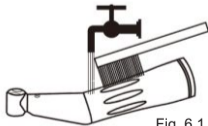

Fig. 6.1
- 3- Se necessário, para uma limpeza mais profunda, utilize uma escova de cerdas macias (Fig. 6.1), principalmente sobre os orifícios da cabeça e ranhuras de encaixe. Não utilize escova de aço ou similar.